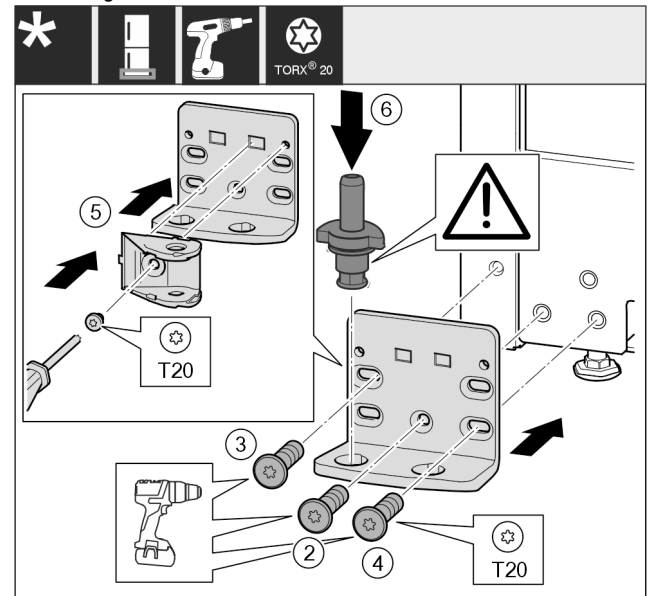

Fig. 26
- ▶ Sätt in lagerbocken på den andra sidan och skruva fast med hjälp av en skruvmejsel T20. Börja med skruv 2 nedan i mitten. Fig. 26 (2)
- ▶ Dra åt skruv 3 och 4. Fig. 26 (3,4)
- ▶ Vrid stängningsdämparanslutningen 180° uppåt. Skruva fast på lagerbockens andra sida med skruvmejsel T20. Fig. 26 (5)
- ▶ Sätt in lagerbulten helt. Se till att låskammen riktas bakåt. Fig. 26 (6)